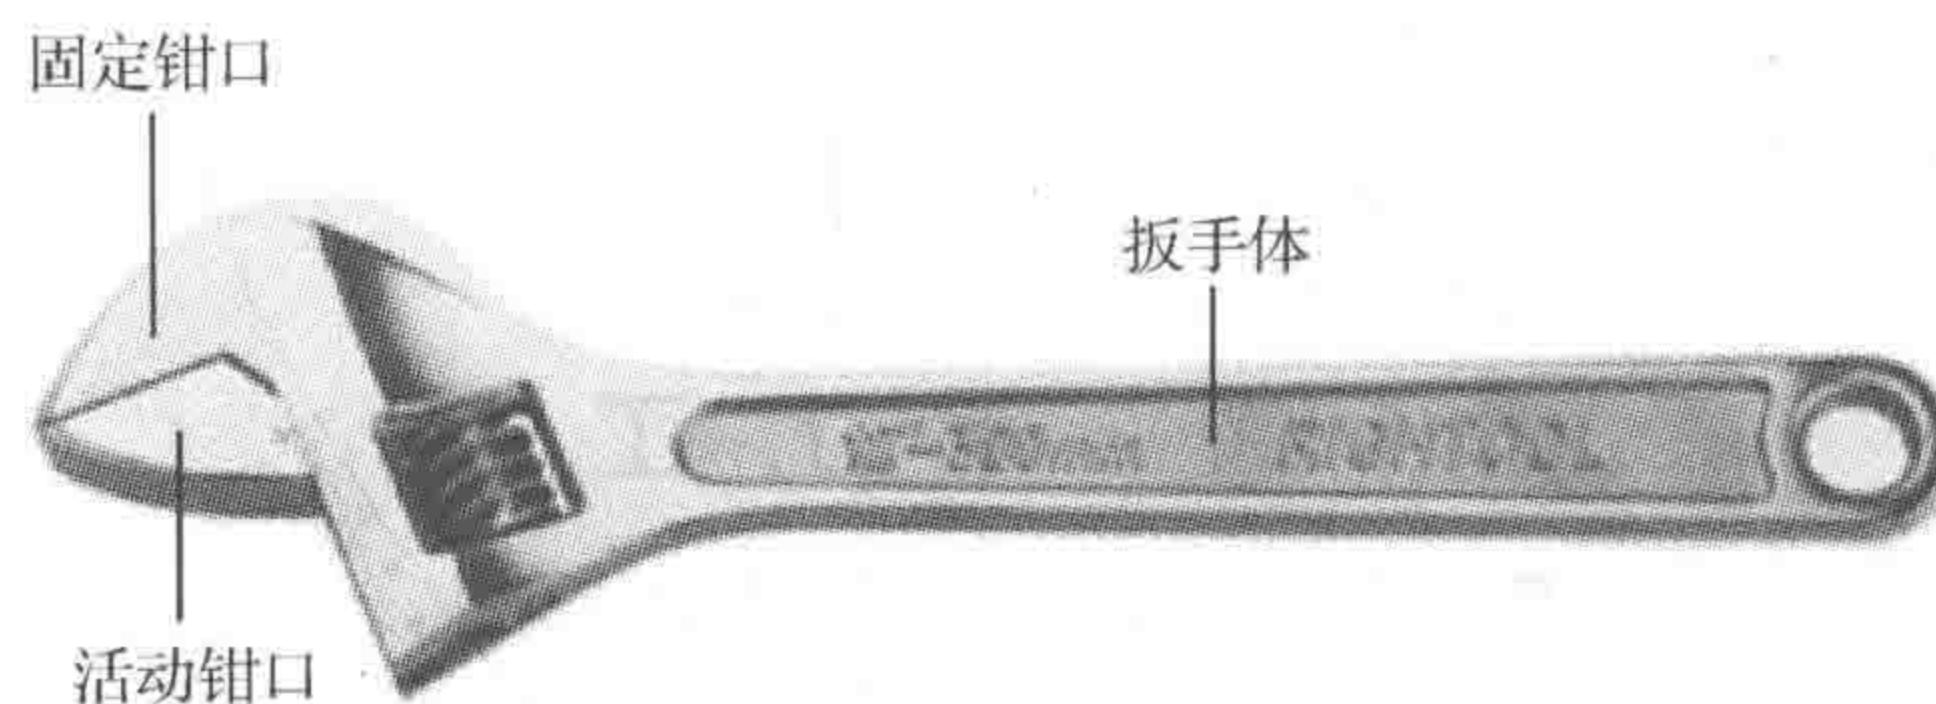

图 1-3 活扳手
(1) 活扳手 活扳手的开口宽度可在一定尺寸范围内进行调节，能拧紧或松开不同规格的外六角头、方头螺栓或螺母。活扳手规格以扳手长度和最大开口宽度表示，活扳手如图 1-3 所示。